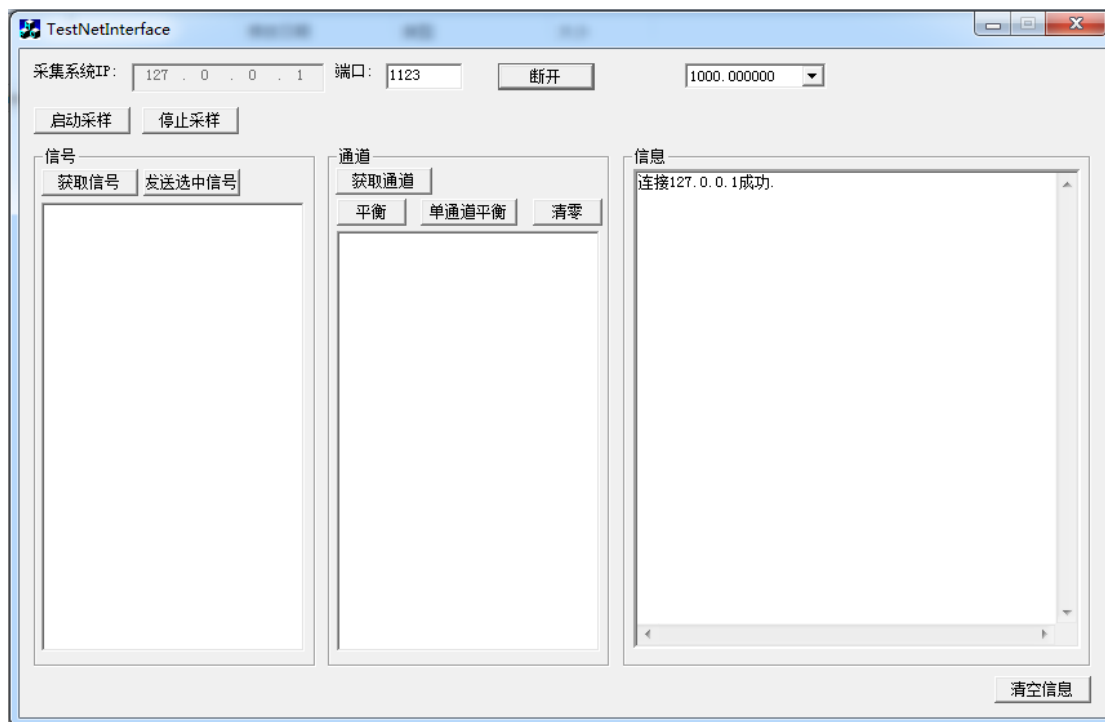

图 12 第三方协议调试软件
3、在本机上打开第三方协议调试软件 Testnetinterface，如图 12 所示。